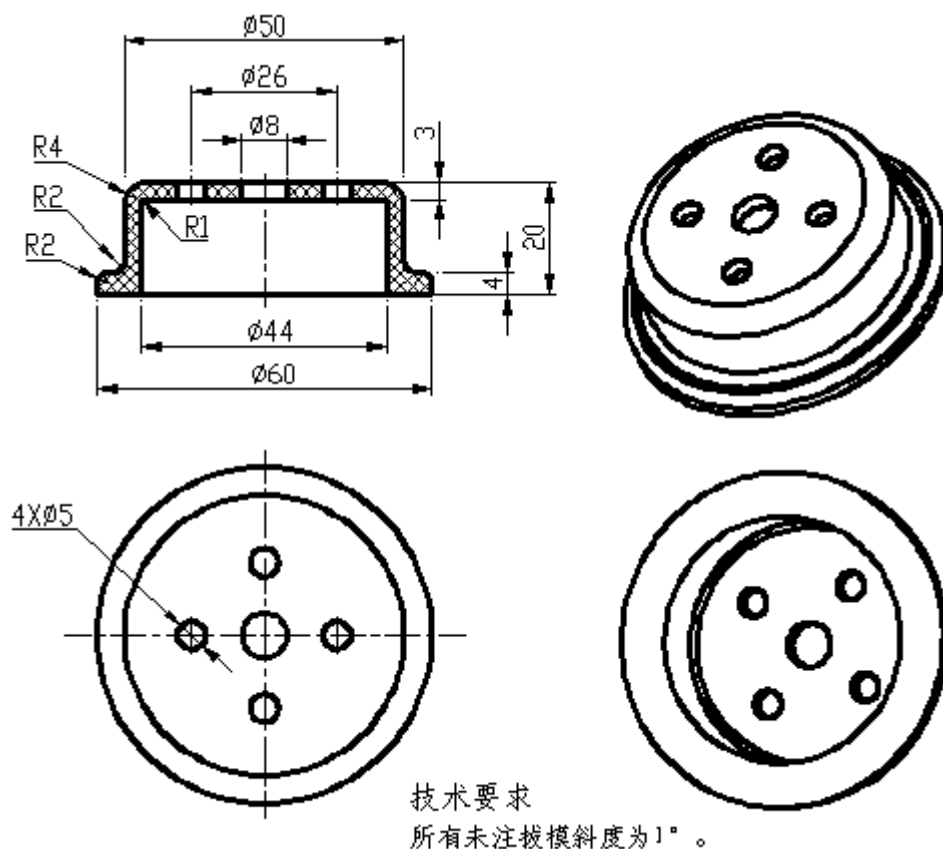

图 2-8 仪表盖
按照图2-8的要求，进行仪表盖塑件造型及注射模具型腔、型芯零件设计。
(1) 在F盘下建立考生文件夹，文件夹名称为考生准考证号，塑件三维造型及型腔、型芯设计所完成后的文件都存于此文件夹中。
(2) 根据图2-8对该塑件进行三维造型设计，文件名称为3DSJ。
(3) 完成该塑件的注射模具型腔、型芯零件设计，一模两穴。